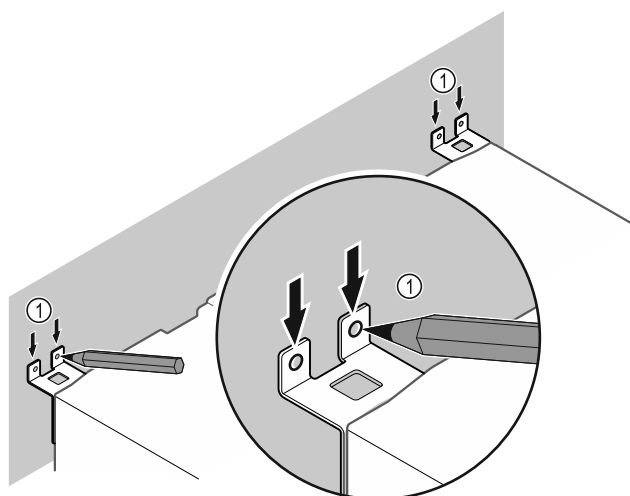

Fig. 13
- Trazar las marcas en la pared Fig. 13 (1).